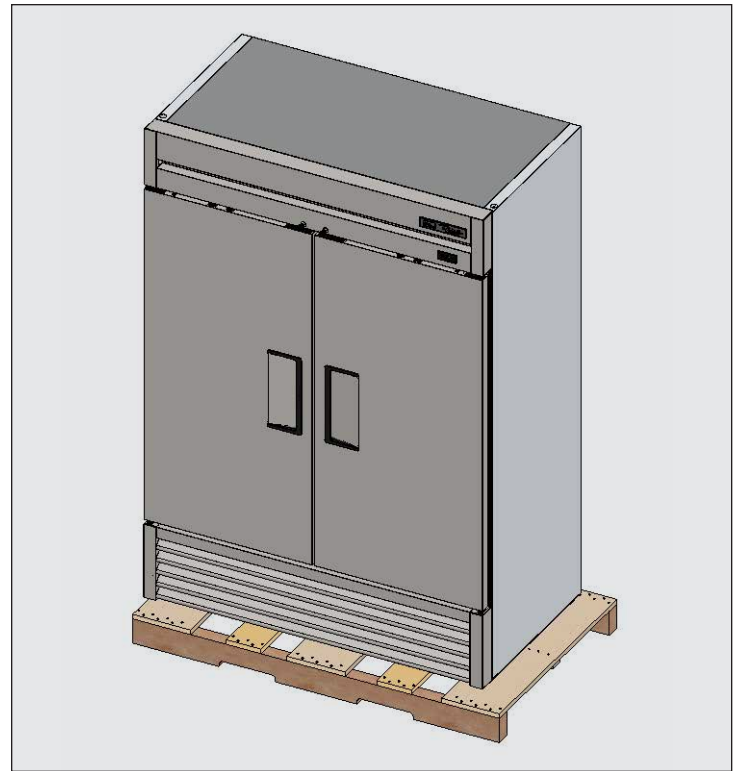

Fig. 1. Retire el embalaje externo. Verifique que no haya daños ocultos.
1. Retire el embalaje externo (cartón, plástico de burbujas, esquinas de poliestireno y plástico transparente). Verifique que no haya daños ocultos. Véase la fig. 1. **De haberlos, efectúe inmediatamente la debida reclamación ante la empresa de transporte que hizo la entrega.**